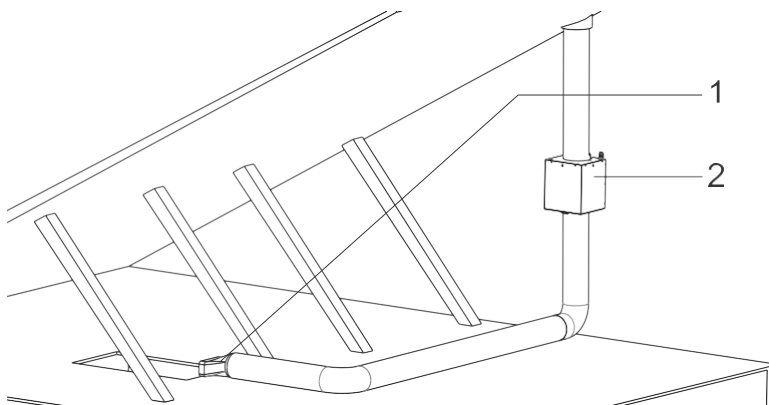

Fig. 18
- 3.** ➔ Installera nu utsugskanalerna som ska användas i anslutningen (läs punkt 2 under avsnittet: Oljud och buller (från motor)* för Goda råd) (Fig. 18).